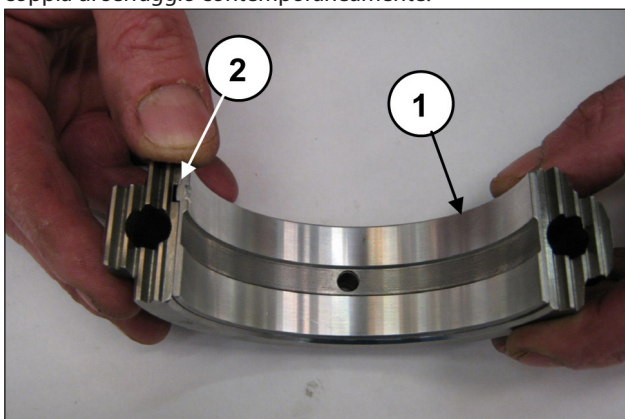

Fig. 69
Applicare i semicuscinetti inferiori ai cappelli (pos. ①, Fig. 69) assicurandosi che la linguetta di riferimento dei semicuscinetti venga posizionata nell'apposito alloggiamento sul cappello (pos. ②, Fig. 69).